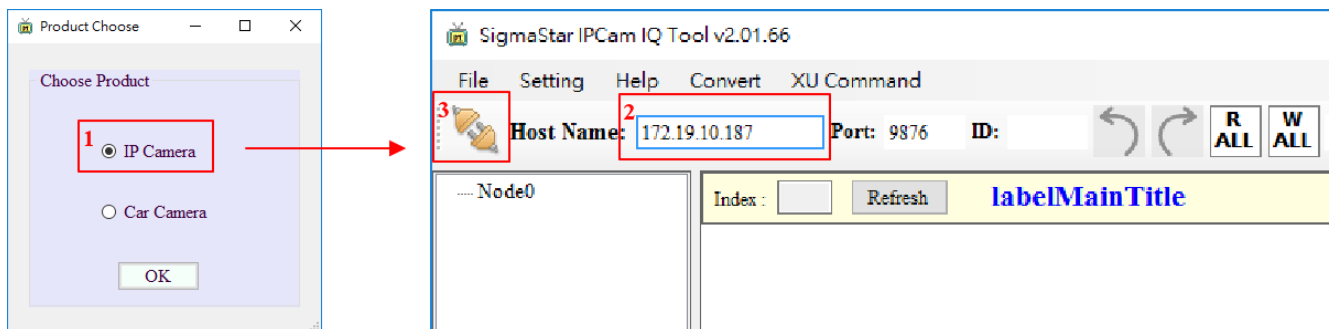

Figure 70: IQTool 接口联机设定
- 點選 Connection 圖示()即可以連線，圖形變為()表示成功連線，即可以開始使用 IQTool 調整影像的參數；再點選()符號即會斷線，圖示變回()，設定步驟如下列 Figure 70 所示。